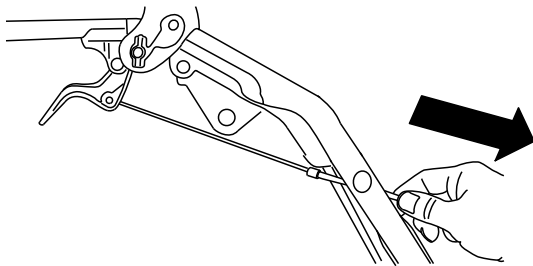

**Figure 7**
3. Retirez l'écrou et la rondelle du guidon, fixez le serre-câble au bout du câble sur le guidon, remettez la rondelle et l'écrou, et serrez l'écrou à la main (Figure 7).